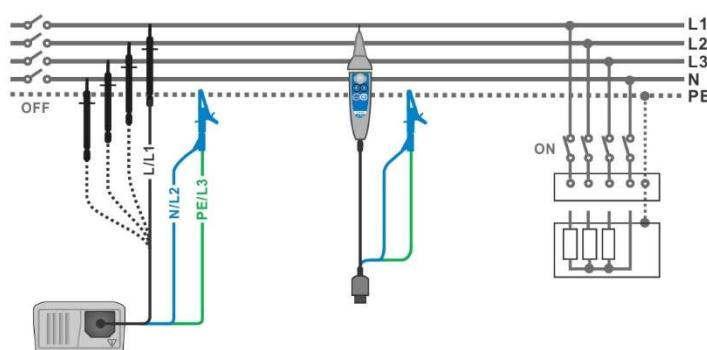

Figura 5.6: Connessioni per misure di isolamento
- Collegare** il cavo di prova allo strumento e l'elemento da testare (vedi figura 5.6).